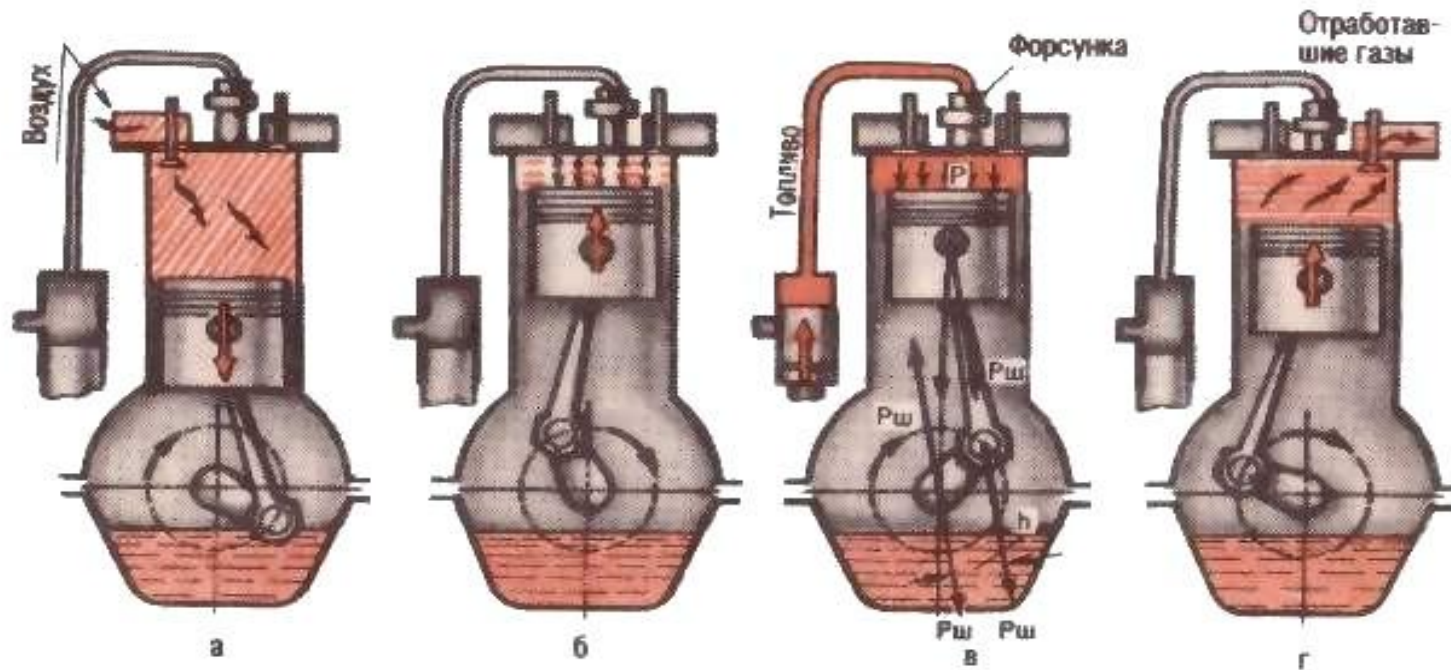

Рисунок. 1. Схема рабочего процесса четырехтактного дизеля:
- При помощи постороннего источника энергии, например электрического двигателя (электро стартера), вращают коленчатый вал дизеля и поршень его начинает двигаться от в.м.т. к н.м.т. (рис. 1, а). Объем над поршнем увеличивается, вследствие чего давление падает до 75...90 кПа. Одновременно с началом движения поршня клапан открывает впускной канал, по которому воздух, пройдя через воздухоочиститель, поступает в цилиндр с температурой в конце впуска 30...50 °С. Когда поршень доходит до н. м. т., впускной клапан закрывает канал и подача воздуха прекращается.
- При дальнейшем вращении коленчатого вала поршень начинает двигаться вверх (см. рис. 1, б) и сжимать воздух. Оба канала при этом закрыты клапанами. Давление воздуха в конце хода достигает 3,5... 4,0 МПа, а температура — 600...700 °С.
- В конце такта сжатия при положении поршня, близком к в. м. т., в цилиндр через форсунку (рис. 1, в) впрыскивается мелкораспыленное топливо, которое, смешиваясь с сильно нагретым воздухом и газами, частично оставшимися в цилиндре после предыдущего процесса, воспламеняется и сгорает. Давление газов в цилиндре при этом повышается до 6,0...8,0 МПа, а температура — до 1800...2000 °С. Так как при этом оба канала остаются закрытыми, расширяющиеся газы давят на поршень, а он, перемещаясь вниз, через шатун поворачивает коленчатый вал.
- Когда поршень подходит к н. м. т., второй клапан открывает выпускной канал и газы из цилиндра выходят в атмосферу (см. рис. 1, г). При этом поршень под действием энергии, накопленной за рабочий ход маховиком, перемещается вверх, и внутренняя полость цилиндра очищается от отработавших газов. Давление газов в конце такта выпуска составляет 105... 120 кПа, а температура — 600...700 °С.